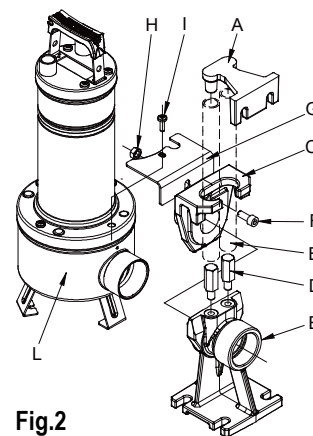

Fig.2
- 4.6 Empalmar el tubo/manguito de impulsión directamente en la boca de la bomba. De utilizarse la bomba en instalaciones fijas, es conveniente empalmarla a la tubería por medio de racor, para facilitar su desmontaje y reinstalación. Si se emplea un manguito, montar en la boca de la bomba un racor portagoma roscado. Poner en la rosca material adecuado para garantizar la efectiva estanqueidad (cinta de teflón o afines). Para las instalaciones fijas se aconseja utilizar el dispositivo de izado DSD2 (disponible sobre demanda - Fig.2), con el fin de facilitar así las operaciones de mantenimiento de la electrobomba. Se insertará entre la boca de impulsión de la electrobomba y la tubería para evitar, en las operaciones de mantenimiento, tener que desmontar el tubo de impulsión. El dispositivo DSD2 está constituido por 8 piezas, más una no suministrada (tubos de 3/4”).
Extraer la corredera del pie de acoplamiento y empalmarla a la boca de impulsión de la bomba. Fijar la corredera a la bomba como se indica en la figura, por medio del tornillo (F) y de la tuerca (H). Volver a colocar el conjunto corredera/bomba en el pie (Fig.2)